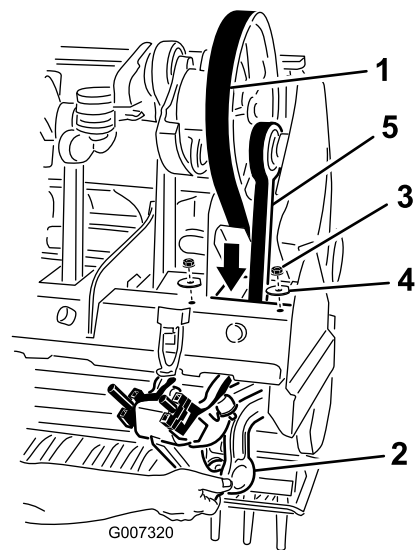

図 38
5. ロタリンクダンパを1番ストンパームに固定しているロックナット2個とワッシャを外す 図 38。
7. コアリングヘッドのフレームと1番ストンパームからベルトを取り外す 図 38。